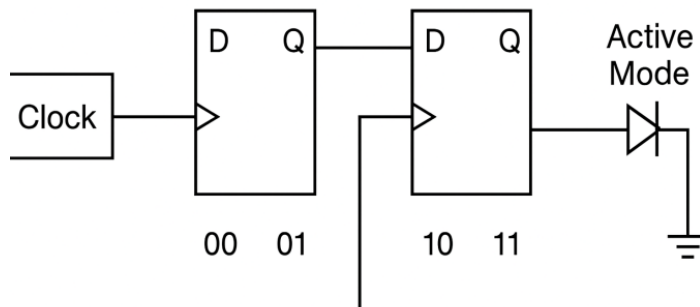

Рисунок 1 Принципова схема реалізації 2-бітового станційного автомата (Sleep/Wake Logic)
4.1. Етап 1: Моделювання Станційного Автомата (Sleep/Wake Logic) (рис.1)